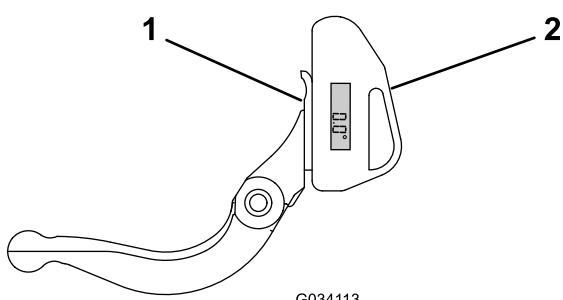

Bild 21
1. Positionieren Sie den Neigungsmesser an der Unterseite des Untermessers, wie in Bild 21 abgebildet.